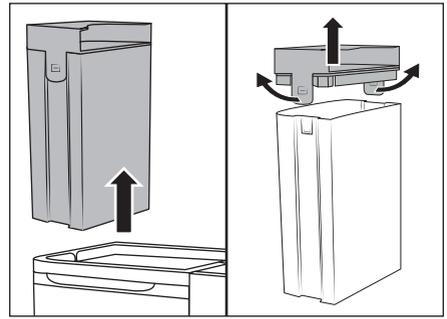

Fig. 5
(1) Utilice exclusivamente agua corriente de fría a caliente o agua destilada en el depósito de agua limpia 2. No utilice agua hirviendo.
(2) No ponga nunca el aparato en funcionamiento si no hay agua en el depósito de agua limpia 2.
(3) Utilice exclusivamente los productos de limpieza de tapicería convencionales que no generen espuma o el **vinagre de limpieza W5 de LIDL**. Otros productos de limpieza podrían dañar el aparato. Recomendamos añadir tres cucharadas del **vinagre de limpieza W5 de LIDL** al depósito de agua limpia 2 completamente lleno de agua (1,7 litros). En caso necesario, aumente gradualmente la proporción de vinagre de limpieza hasta alcanzar el resultado deseado.
- ◆ Sujete el depósito de agua limpia 2 por el agarre de la tapa 1 y tire de este hacia arriba para extraerlo del aparato (consulte la fig. 5).
- ◆ Tire de las dos pestañas de fijación ligeramente hacia fuera y retire la tapa 1 (consulte la fig. 5).